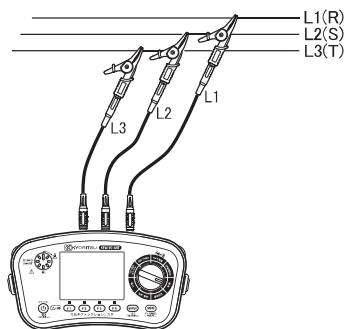
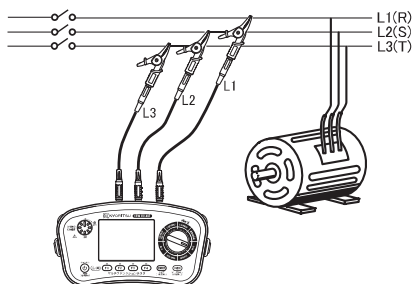

Fig. 12-3 通常の検相の場合
Fig. 12-4 手回しモータ検相の場合
- (4) 測定コードを被測定回路に接続します。(Fig. 12-3 , Fig. 12-4)